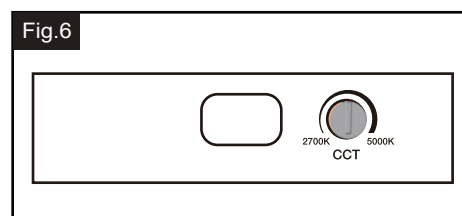

Fig. 6
Remarque : Vous pouvez régler la couleur proximale CCT (2700 K ~ 5000 K) à l'aide du bouton Couleur proximale CCT (2700 K ~ 5000 K) situé sur la plaque arrière (voir Fig. 6)
Remarque : Vous pouvez régler la couleur proximale CCT (2700 K ~ 5000 K) à l'aide du bouton Couleur proximale CCT (2700 K ~ 5000 K) situé sur la plaque arrière. (Voir Fig. 6)
- Pour arrêter temporairement les réglages en mode « OFF » ou « AUTO » ou « 3H » pour une luminosité élevée continue à la demande la nuit, tournez l'interrupteur mural sur « OFF », puis tournez-le sur « ON » à deux reprises en moins de 3 secondes, la lumière reste allumée toute la nuit. Pour revenir au mode « OFF » ou « AUTO » ou « 3H », tournez l'interrupteur mural « OFF » puis tournez-le à nouveau deux fois sur « ON » en moins de 3 secondes. (Voir Fig. 6)